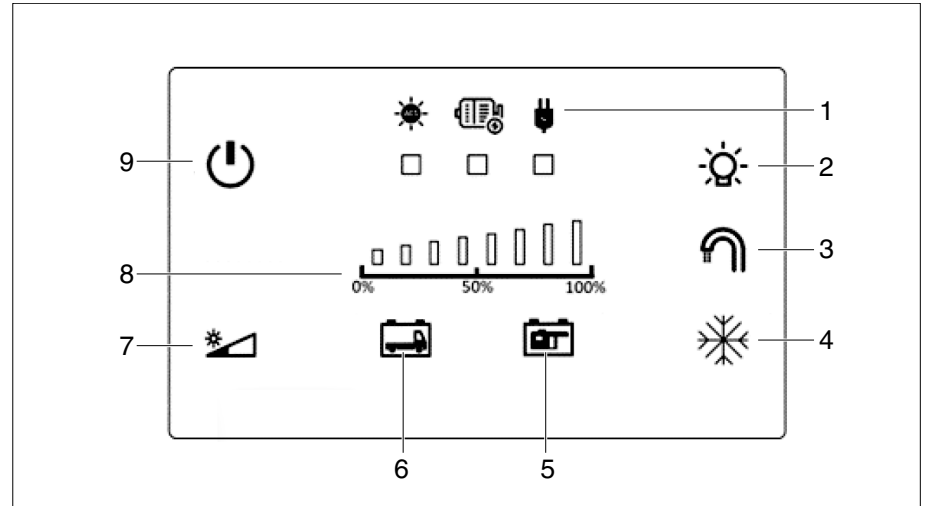

Bild 58 Bedienpanel D110
Das Bedienpanel zeigt über Signal-LEDs (Bild 58,1) an, mit welcher Stromquelle die Wohnraumbatterie geladen wird.
Die Power-Taste (Bild 58,9) dient zum Ein- und Ausschalten des Bedienpanels. Die Beleuchtung ist standardmäßig auf mittlere Helligkeitsstufe eingestellt und kann durch einfaches Betätigen der Dimmtaste (Bild 58,7) manuell angepasst werden. Unabhängig von der eingestellten Helligkeitsstufe wird die Beleuchtung bei Inaktivität abgedunkelt und durch Drücken einer beliebigen Taste wieder aktiviert. Dabei wird die zuletzt verwendete Helligkeitsstufe beibehalten. Die Dimmtaste (Bild 58,7) leuchtet immer gelb, außer im Nachtmodus.
Durch Drücken und Halten der Dimmtaste (Bild 58,7) wechselt das Bedienpanel in den Nachtmodus. Nur noch die Dimmtaste ist schwach rot beleuchtet, um die Verwechslung mit einem ausgeschalteten Bedienpanel zu vermeiden.
Bei sehr niedrigen Batteriespannungen blinken die Kontrolltaste (Bild 58,5) und (Bild 58,6) am Bedienpanel.
- Kontrolltaste (Bild 58,5) betätigen.
Der Ladezustand der zugehörigen Batterie wird auf der LED-Kontrollanzeige (Bild 58,8) angezeigt.
Bei einer sehr geringen Batteriespannung der Starterbatterie blinkt die zugehörige Kontrolltaste (Bild 58,6) am Bedienpanel weiß. Ist das Fahrzeug mittels Solar- oder Landstrom verbunden, gewährleistet die E-Box eine Ladungserhaltung der Starterbatterie. Zum vollständigen Laden der Batterie muss das Fahrzeug bewegt werden, damit die Ladung über die Lichtmaschine erfolgen kann.
Bei einer geringen Batteriespannung der Wohnraumbatterie blinkt die zugehörige Kontrolltaste (Bild 58,5) am Bedienpanel rot. Wird die Wohnraumbatterie nicht geladen, sinkt die Batteriespannung weiter. Bei Erreichen eines für die Batterie kritischen Werts greift der Batterieschutz.